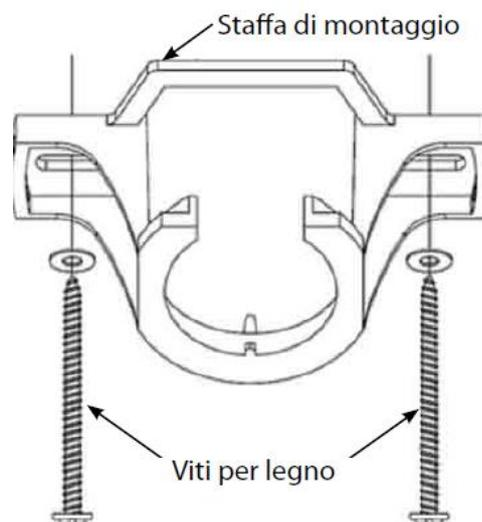

Figura 2
- 4) Installare la staffa di montaggio (Figura 2) alla trave mediante le viti lunghe fornite. Accertarsi di aver avvitato la vite per almeno 40 mm nella trave di sostegno